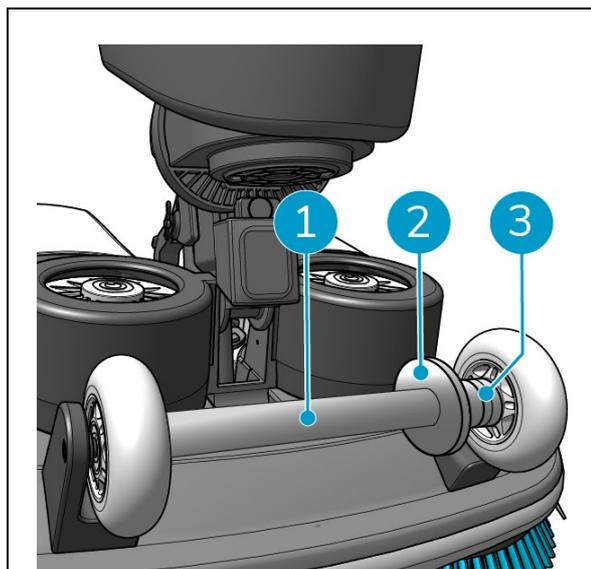

Figura 16
4. Colocar a barra de aço (Figura 16, pos. 1)
anel pequeno (Figura 16, pos. 3).
5. Apertar o anel grande (Figura 16, pos. 2) para